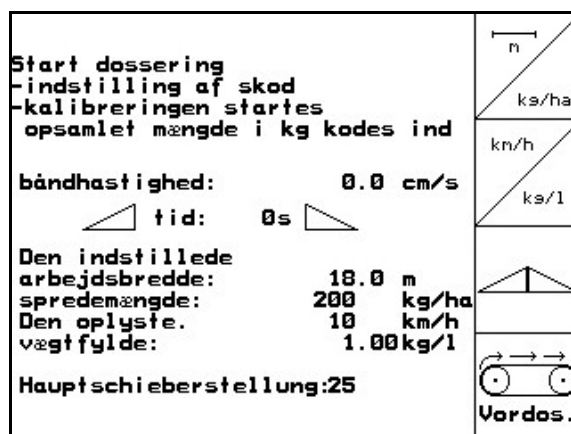

Fig. 28
- Indstillingsværdien for den nye hovedspjældsstilling vises (Fig. 28).